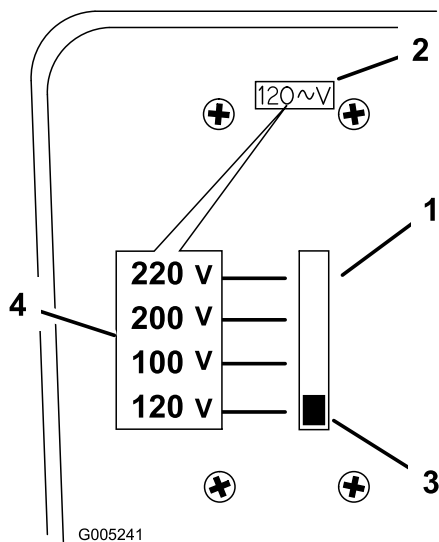

Figura 7
1. Coloque o seletor de tensão na retaguarda do carregador (Figura 7).
2. Ajuste a tensão orientando o manípulo do seletor de tensão para cima ou para baixo até aos valores pretendidos (Figura 7).